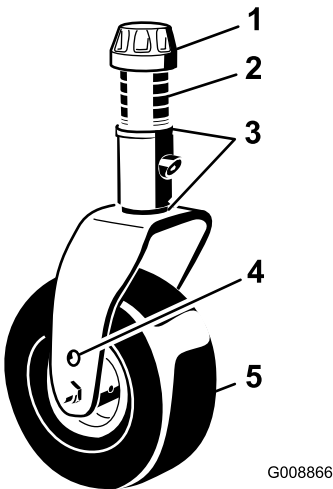
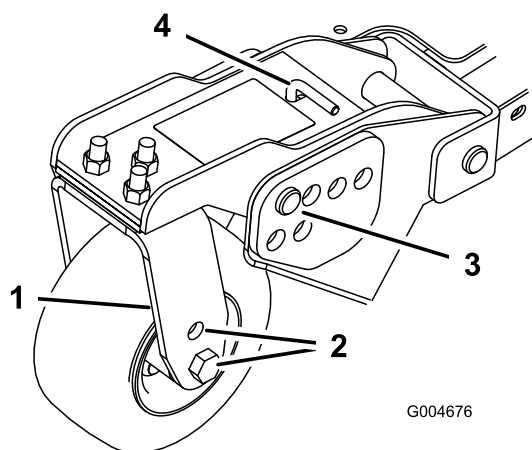
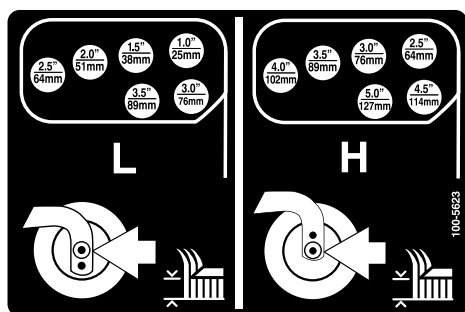

Figura 18
Figura 20
Figura 21
- Coloque os eixos da roda giratória nos mesmos orifícios em todas as forquilha da roda giratória (Figura 18 e Figura 20).
- Retire a tampa de tensionamento do eixo roscado e desloque o fuso para fora do braço da roda giratória (Figura 18).
5. Retire o contrapino tipo grampo e os pinos de segurança dos braços articulados da roda giratória (Figura 20).
6. Rode a barra tensora para levantar ou descer o braço articulado, até os orifícios se encontrarem alinhados com os orifícios da altura de corte desejados, na estrutura da plataforma do cortador (Figura 20 e Figura 21).